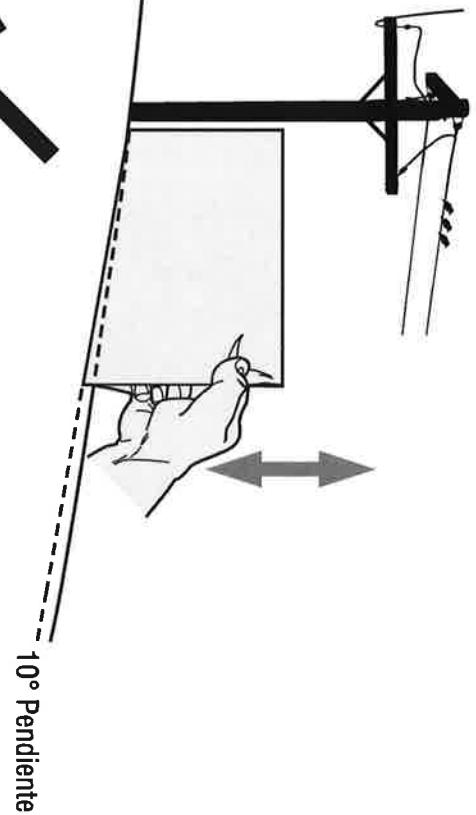
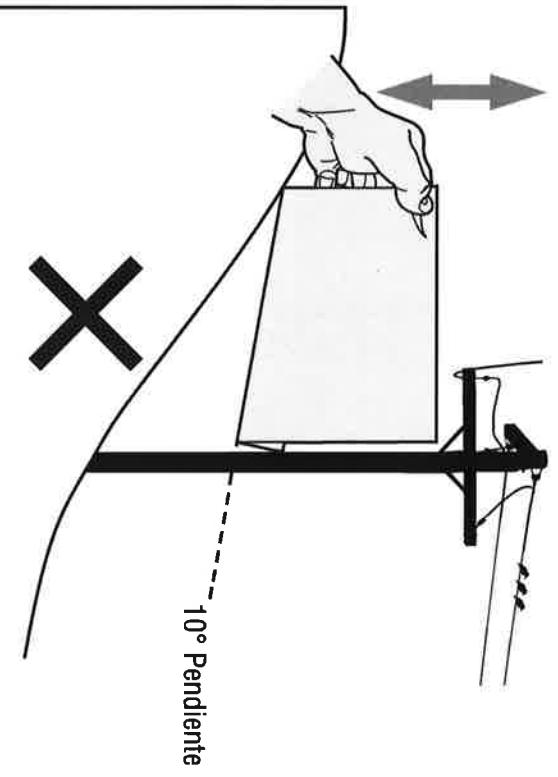

Figura 1
Figura 2
3. Alinee cada lado de pendiente de calibre con el objeto vertical (consultar Figura 1 and Figura 2 ).
4. Ajuste el pendiente de calibre arriba o hacia abajo hasta los toques esquina izquierda el pendiente (consultar Figura 1 and Figura 2 ).
5. Si hay un espacio por debajo de la pendiente de calibre, el pendiente es demasiado escarpado para operación segura (consultar Figura 2 above).
1. Extraiga y deseche los cuatro pernos autorroscantes del bastidor trasero del tractor, como se indica en la Figura 1.
2. Instale la ménsula de soporte de la embolsadora en el tractor con los cuatro pernos hexagonales 710-3015 del paquete de elementos de ferretería 683-05063. Pase cada uno de los pernos hexagonales por el bastidor del tractor, el tubo de montaje de la tapa trasera y enrósquelo en la tuerca de soldadura de la ménsula de soporte de la embolsadora, como se indica en la Figura 2.